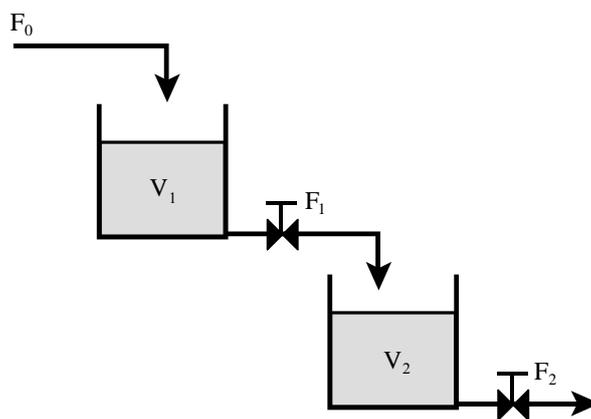

Figura 1: Tanques en serie no interactiva.
- La Figura 1 muestra dos tanques abiertos conectados en serie no interactiva. Los dos tanques descargan a la atmósfera. Ambos tanques son iguales con diámetro de 1 m y altura máxima de líquido igual a 2 m. Las dos válvulas de descarga son lineales y tienen un $C_v = 2.0 \times 10^{-4} \text{ m}^3/\text{kg}^{0.5}$. El caudal de alimentación es 10 l/s de agua. Realice las siguientes actividades (reporte cuatro cifras significativas):